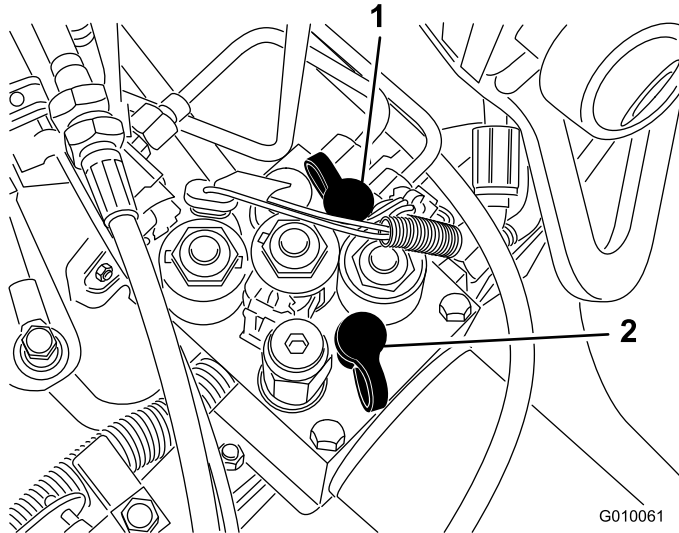

Bild 61
- Mit der Teststelle G 2 (Bild 61) wird der Traktionladeschaltkreis geprüft.
- Mit der Teststelle G 1 (Bild 61) wird der Hubschaltkreisdruck geprüft.